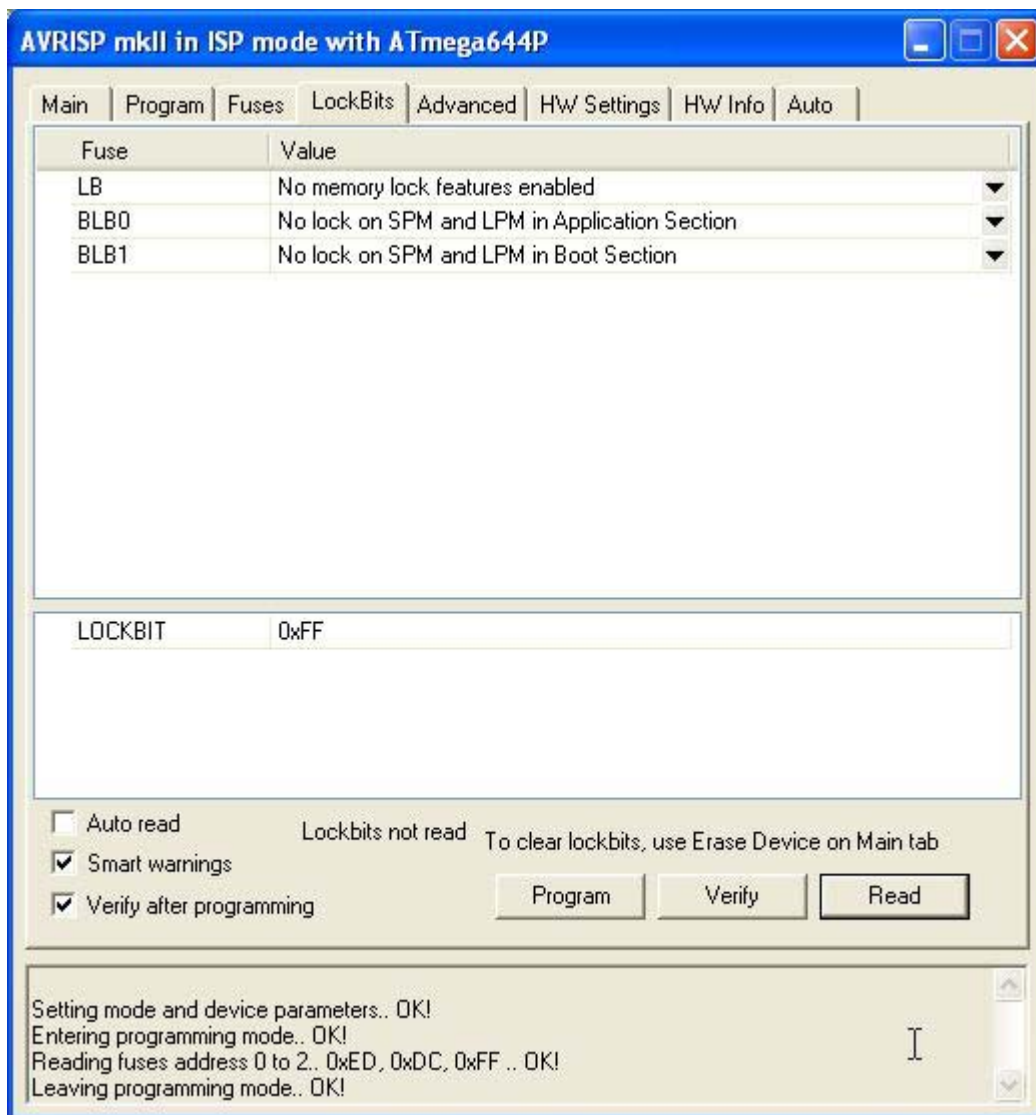

FIGURA D8: IMPOSTAZIONI AVR STUDIO PER AVRISP MK II (4 DI 4)
- 1) Nella sotto finestra *LockBits* impostare i bits di protezione a seconda delle esigenze dell'applicazione utente in termini di protezione. La figura D8 riporta una configurazione senza alcuna protezione, mentre quella fornita di base da **grifo®** protegge l'area della FLASH riservata per il Bootloader.
- m) Nella sotto finestra *LockBits* impostare i bits di protezione a seconda delle esigenze dell'applicazione utente in termini di protezione. La figura D8 riporta una configurazione senza alcuna protezione, mentre quella fornita di base da grifo® protegge l'area della FLASH riservata per il Bootloader.